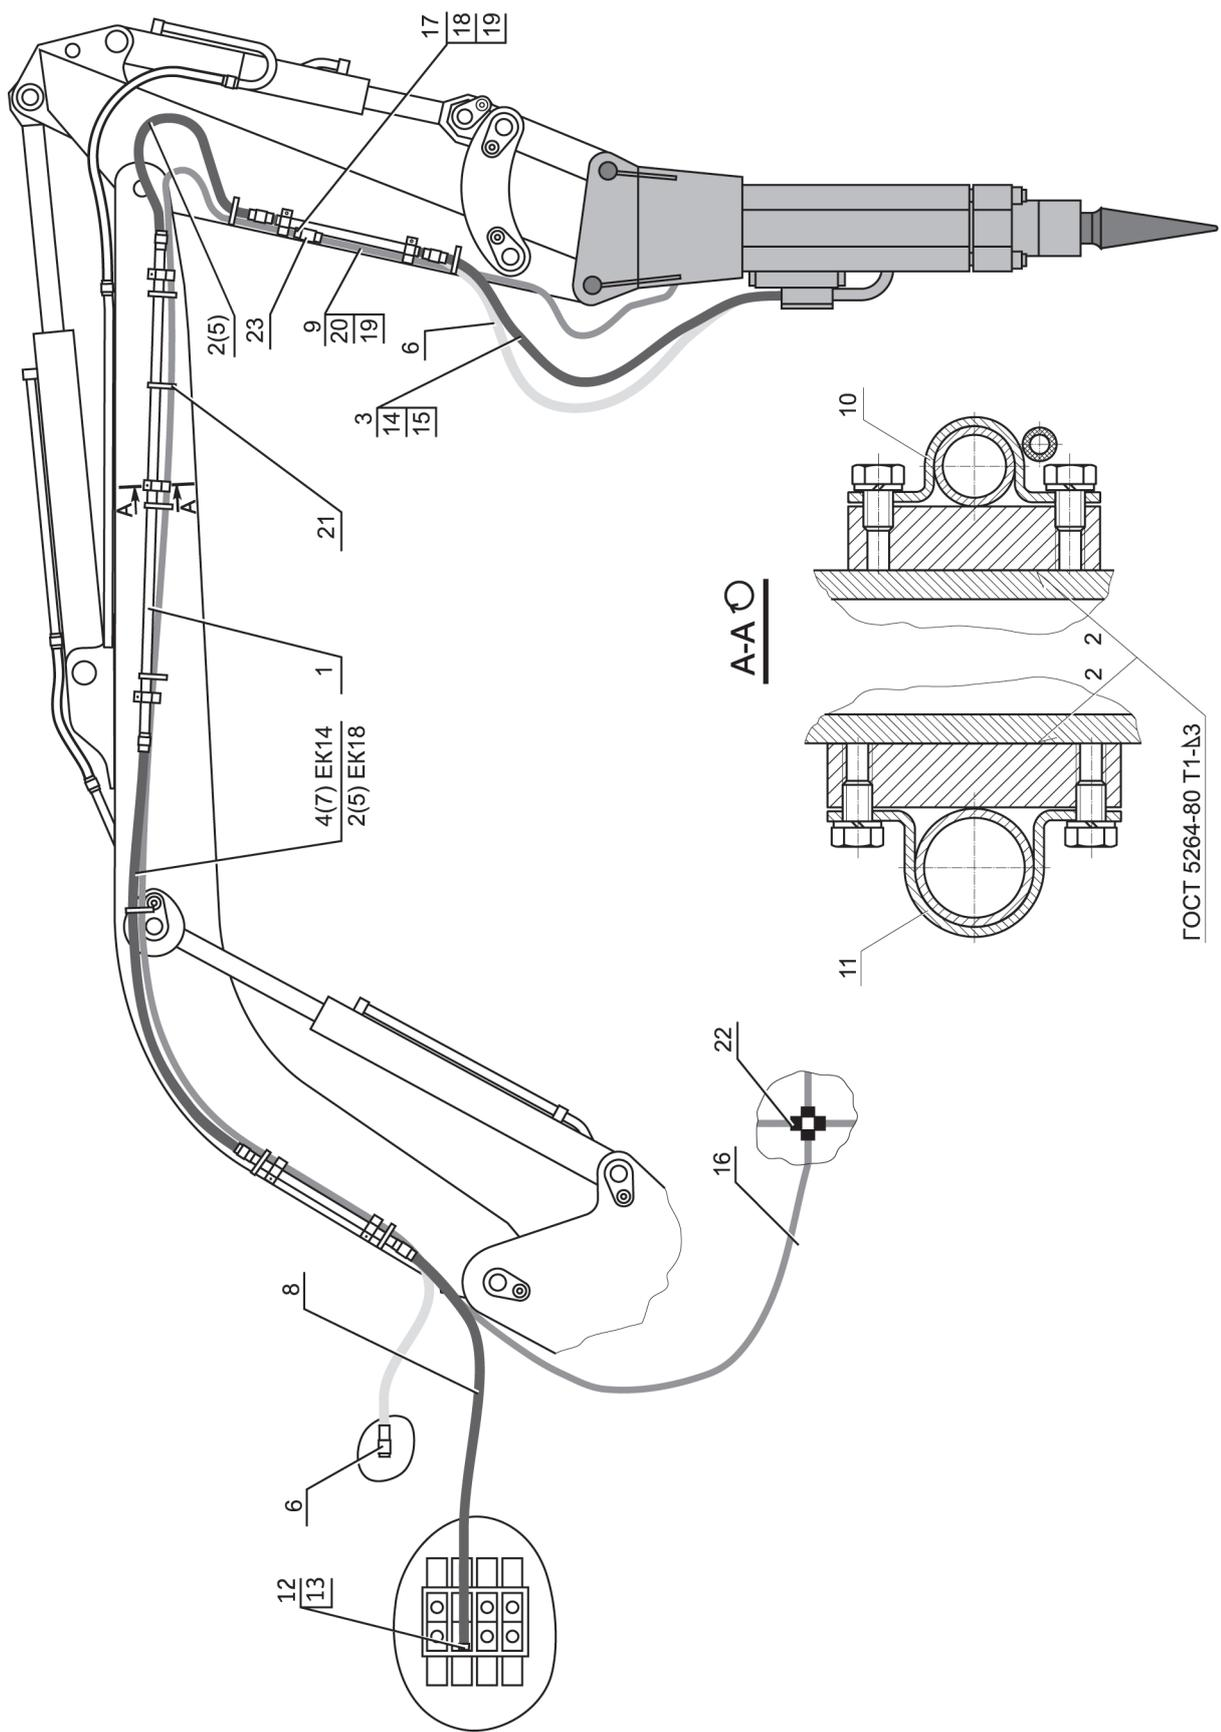

Рис. 3. Монтаж гидрооборудования гидромолота на рабочем оборудовании экскаваторов EK-14, EK-18
4.3.2. Монтаж гидрооборудования на поворотной платформе экскаваторов ЕК-14, ЕК-18 (рис.3; табл.2)